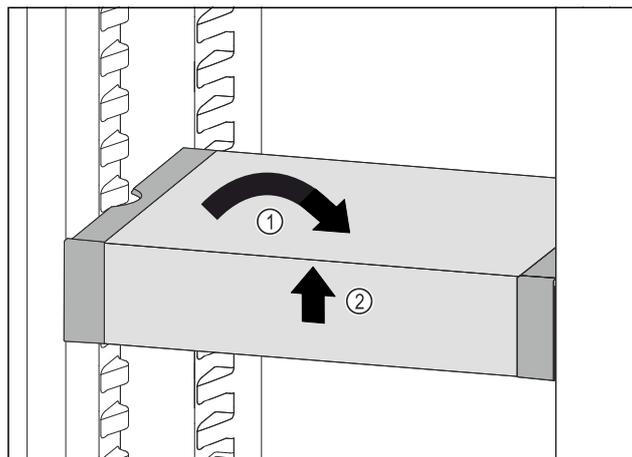

Fig. 107
- Вирівняти VarioSafe. Fig. 107 (1)
- Підняти VarioSafe спереду. Fig. 107 (2)